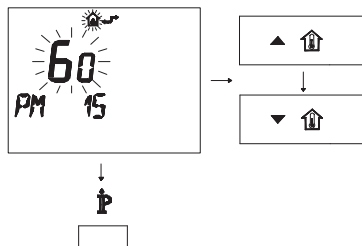

Figura 5.23
- Modificare il SET programmato agendo sui pulsanti ▲**U** o ▼**U** fino a visualizzare un **set di 60**, aspettare che il numero programmato cominci a lampeggiare (Figura 5.23).